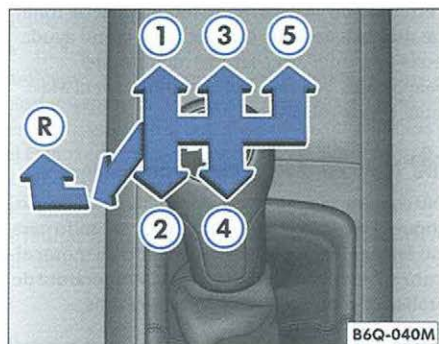

Fig. 106 Esquema de cambio de marchas
- Presione la palanca de cambios hacia abajo y diríjala a la posición de marcha atrás ⇒ fig. 106 (R), moviéndola totalmente hacia la izquierda y después hacia adelante, según se indica en el esquema en la palanca de cambios.